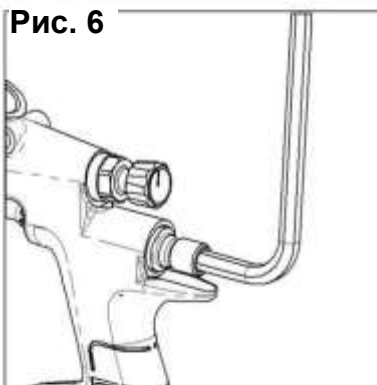

Рис. 6
5. Используя шестигранный ключ на 6 мм, снимите корпус клапана (27). (См. рис. 6 и 7).